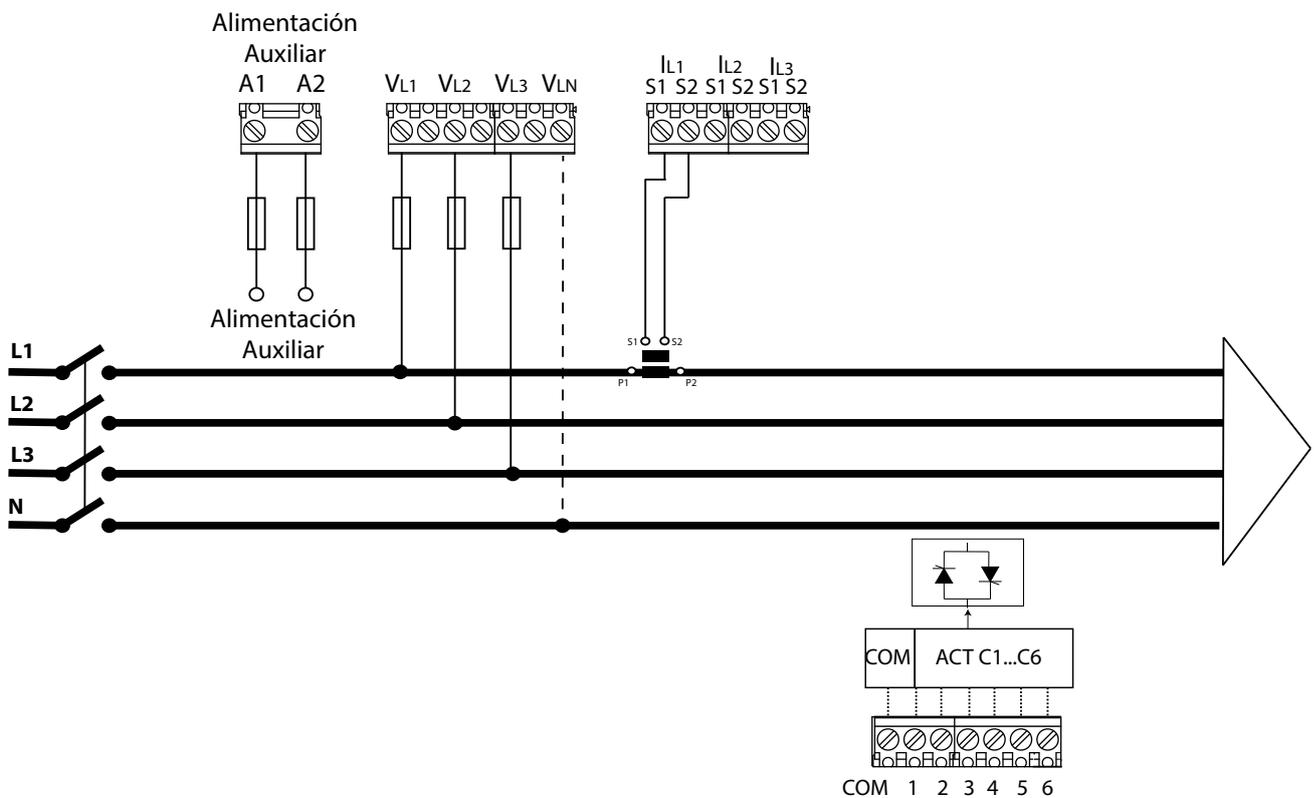

Figura 5: 3 tensiones + neutro y 1 corriente, modelo Computer SMART III FAST 6.
**Nota :** La alimentación auxiliar puede conectarse Fase-Neutro ( como en la Figura 5) o Fase-Fase, siempre y cuando no se exceda el rango de alimentación ( ver “6.- CARACTERÍSTICAS TÉCNICAS”).